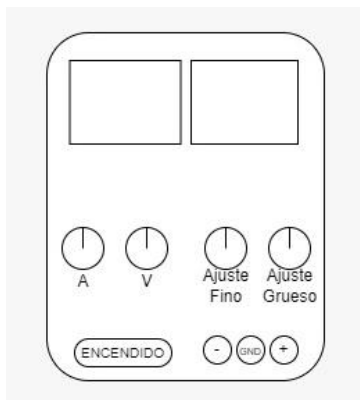

Figura 2: Esquema representativo de una fuente de voltaje.
Las fuentes de voltaje existentes en el laboratorio pueden funcionar tanto en un régimen continuo como en alterno (figura 2). Para esta práctica sólo se utilizará el modo continuo. Con la perilla que aparece en la figura 2 es posible regular la tensión que entrega la fuente.
**Para considerar:** ¿Qué ocurre si se conectan los cables a las distintas salidas de la fuente: -9V, TIERRA, +9V, VARIABLE (ver figura 2)? ¿Qué sucede si se invierten los cables de la fuente una vez que ya están midiendo o ya midieron?